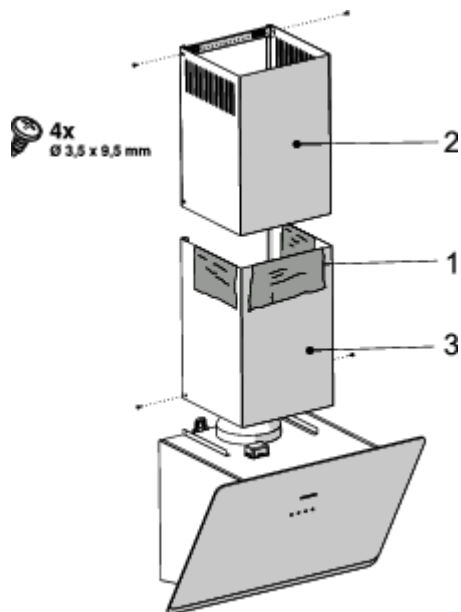

Fig. 14:
- Si hay láminas protectoras en los conductos de humo, quítelas. (Fig. 14 / 1).
- Tire de la chimenea hacia arriba y atornille a la placa de conexión de la chimenea desde izquierda y derecha. (Fig. 14 / 2).
- Monte la chimenea inferior al cuerpo desde izquierda y derecha. (Fig. 14).